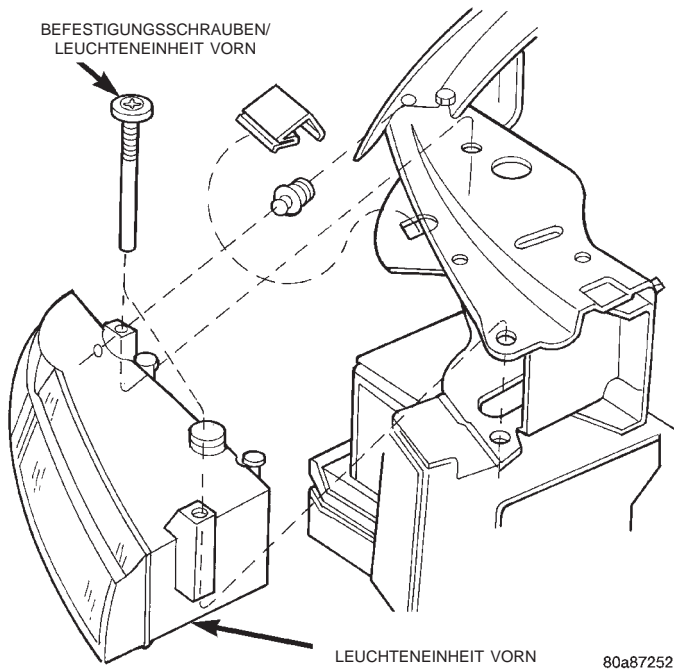

Abb. 2 Befestigungsschrauben der vorderen Leuchteinheit
- (1) Motorhaube entriegeln und öffnen.
- (2) Die Schrauben lösen, mit denen die vordere Leuchteneinheit am Kühlerabschlußblech und am Hauptscheinwerferträger befestigt ist (Abb. 2).